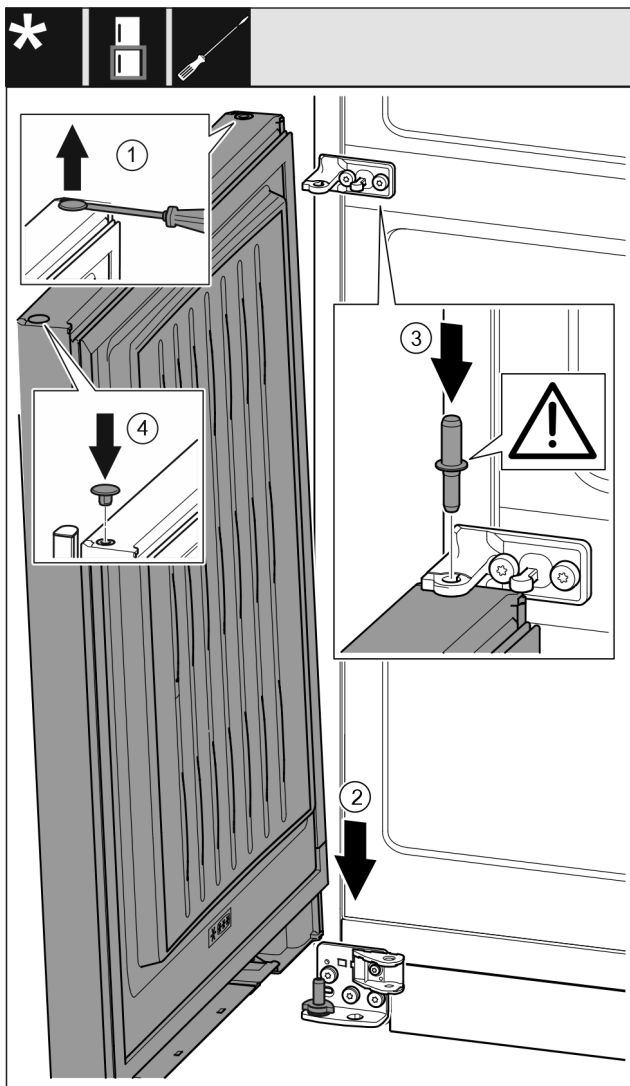

Fig. 41
- ▶ Stop voorzichtig met een sleufschroevendraaier optillen en eruit trekken. Fig. 41 (1)
- ▶ Deur van boven op de onderste lagerbout plaatsen. Fig. 41 (2)
- ▶ Het midden van de lagerbout door het midden van de lagerbus in de onderste deur aanbrengen. Let op dat de vergrendelknop naar achteren wijst. Fig. 41 (3)
- ▶ Stop op de andere kant weer aanbrengen. Fig. 41 (4)